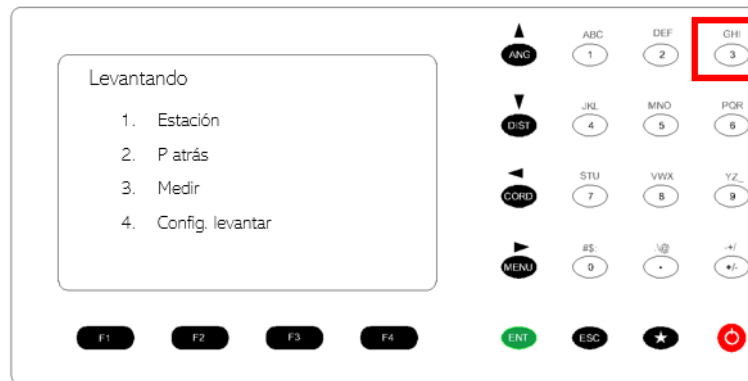

Figura 78. Menú de medición.
31. En la nueva ventana, seleccionar la opción 3. Medir, para poder ingresar al menú de medición. Figura 78.